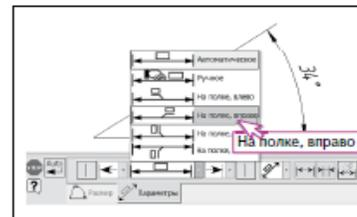

Рис. 299. Настройка положения углового размера
1. Если размер угла необходимо нанести на полке линии-выноски, то положение размерной надписи настраивается так же, как у диаметра или радиуса. Нужно выбрать на панели **Свойства** вкладку **Параметры** / **Размещение текста** / **На полке, вправо** (или **влево**) (рис. 299).